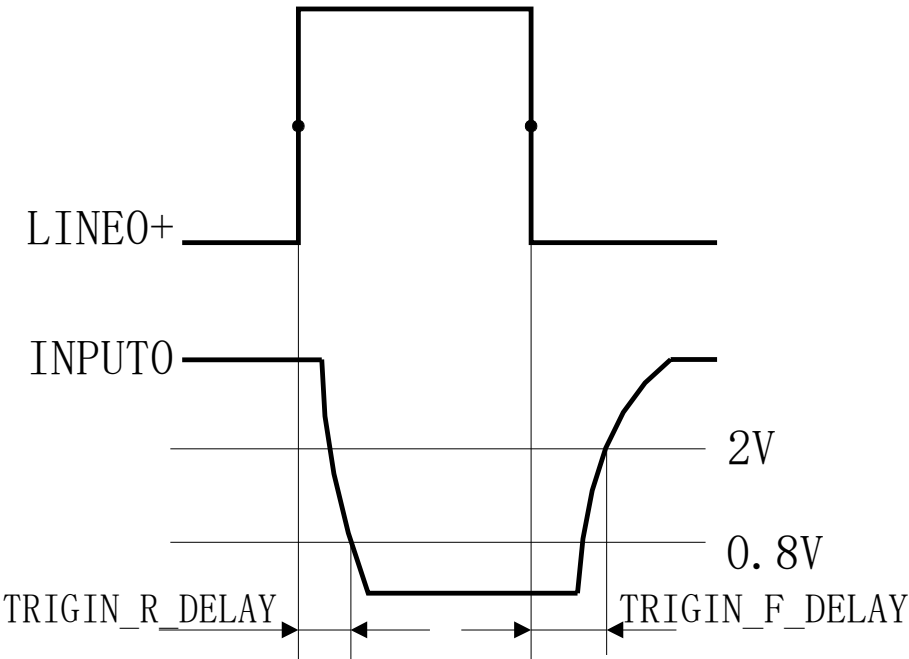

图 3-2 光耦隔离输入电路参数
- 上升沿延时时间：<50μs(0℃~45℃)，参数说明见图 3-2。
- 下降沿延时时间：<50μs(0℃~45℃)，参数说明见图 3-2。
- 输入上升沿延时：<2μs (0℃~45℃)，参数说明见图 3-2：
- 输入下降沿延时：<2μs (0℃~45℃)，参数说明见图 3-2：